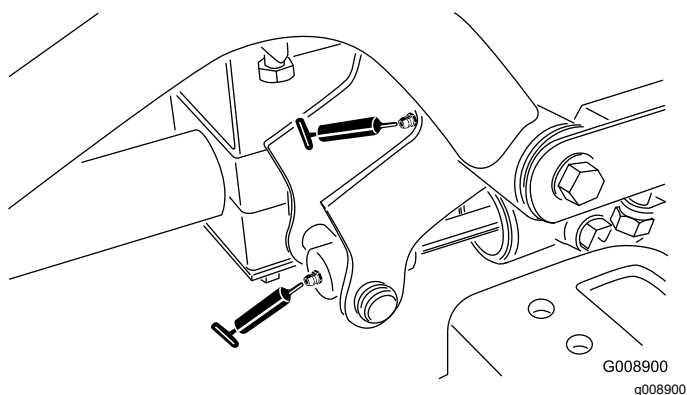

Figura 34
- Pivote (2) y cilindro de elevación del brazo de elevación delantero derecho (**Figura 34**)